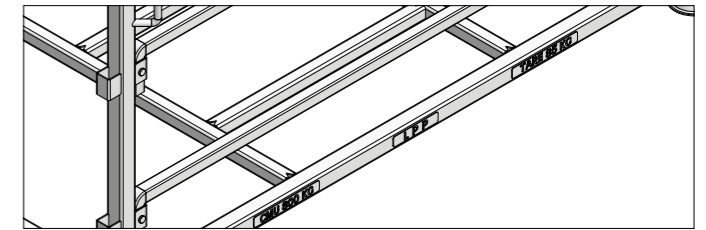

Abb. 14 Tragfähigkeitsangabe
- Sie dürfen das Elementgestell Eco mit unleserlichen Tragfähigkeitsangaben nicht verwenden (Abb. 1 und Abb. 14).
Sie müssen das Elementgestell Eco vor jeder Verwendung gemäß den geltenden nationalen Arbeitsschutzvorschriften einer Sichtprüfung auf Beschädigungen, Verformungen, Korrosion, gebrochene Schweißnähte oder Schweißnahtanrisse, etc. überprüfen. Kontrollieren Sie das Elementgestell Eco auf Vollständigkeit, Festsitz, Funktionssicherheit und Verschleiß. Beschädigte Produkte müssen von der weiteren Nutzung ausgeschlossen werden. Die Tragfähigkeitsangabe muss lesbar sein (Abb. 14).
Das Elementgestell Eco dürfen Sie bei fehlender oder unleserlicher Tragfähigkeitsangabe nicht mehr einsetzen (Abb. 1 und Abb. 14).